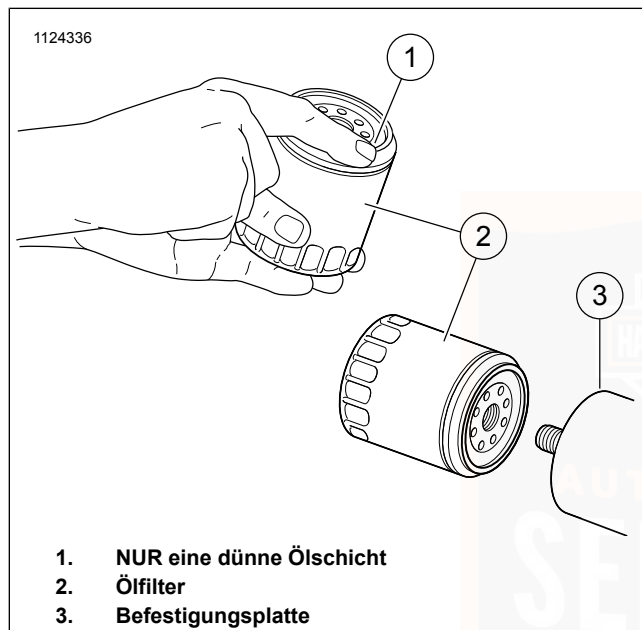

Abbildung 27. Auftragen einer dünnen Ölschicht
4. Siehe Abbildung 27. Eine dünne Schicht Öl auf die Dichtungskontaktoberfläche der Befestigungsplatte, auf die Dichtung und auf den **neuen** Ölfilter (Teile-Nr. 63793-01K) auftragen.